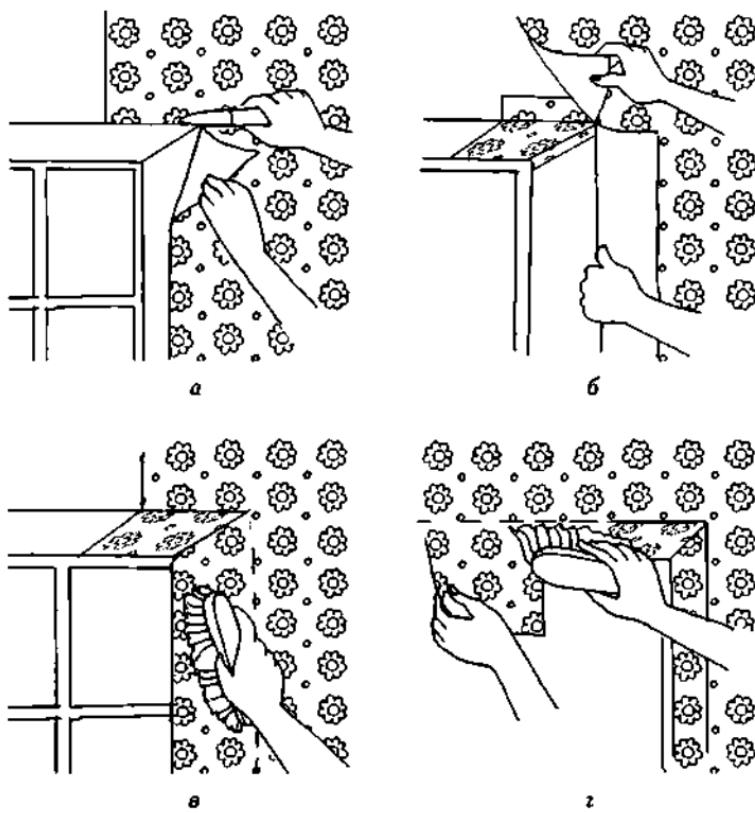

Рис. 29. Оклейка плоских оконных откосов
**Окна.** Чтобы оклеить плоский оконный откос, полосу обоев, край которой выступает за откос, обойной щеткой прижимают к стене над проемом откоса и обойным ножом подрезают выступающий край, ведя нож по кромке кладки (рис. 29 а).
Обои аккуратно снимают со стены над откосом и в этот угол вкленывают небольшой кусочек обоев так, чтобы он выступал вверх и на боковую сторону (рис. 29 б).
Надрезанную часть обоев приглаживают щеткой к откосу проема (рис. 29 в).
Следующую полоску обоев раскраивают так, чтобы ее длины хватило на оклейку стены над окном и на подворот внутрь откоса (рис. 29 г).